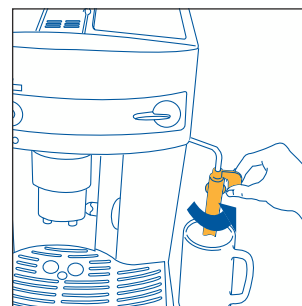
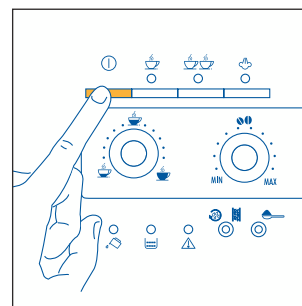

Abb. 3
Abb. 4
2. Den Milchaufschäumer nach außen drehen, eine Tasse darunter stellen (Abb. 3), und durch Drücken der Taste ① (Abb. 4) die Maschine einschalten.
- Den Milchaufschäumer zur Außenseite der Maschine hin drehen (Abb. 3).
- Einen Behälter unter den Milchaufschäumer stellen (Abb. 3).